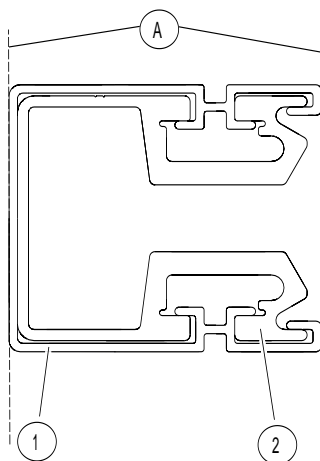

Fig. 34 : Profil d'isolation (1), rail en aluminium (2) et surface de serrage (A)
- Scier le profil d'isolation et le rail en aluminium séparément et à angle droit avec une scie à onglet. Utiliser la surface de serrage A (voir Fig. 34) afin que l'intérieur du rail en aluminium ne soit pas déformé.